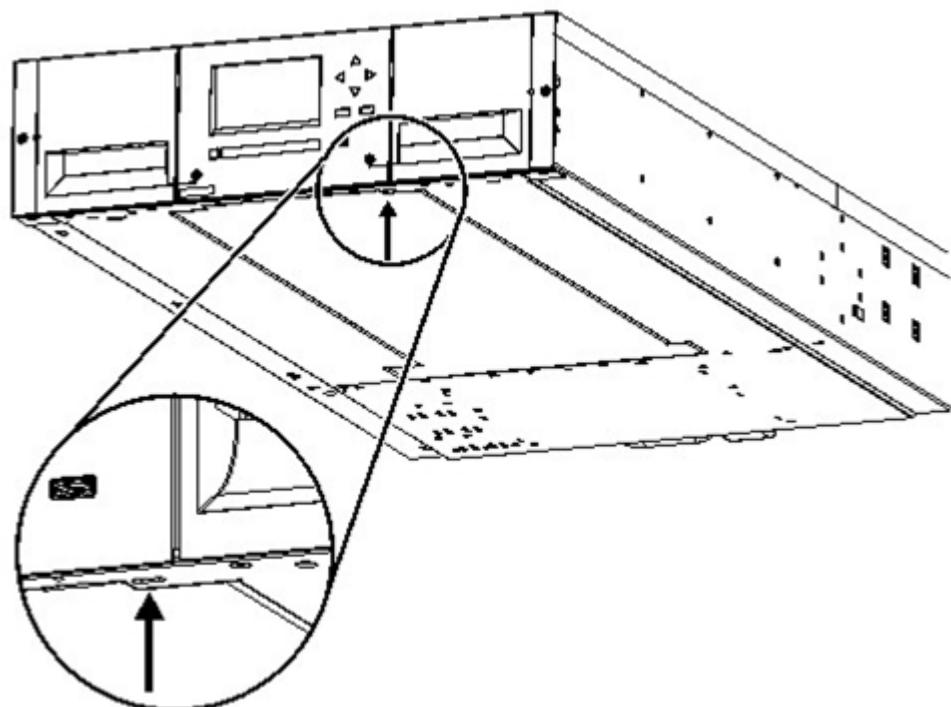

図 1-23 スプリング式ロックのアンロック
B) 装置の前端部を図 1-23のアンロック用の穴の位置を確認します。